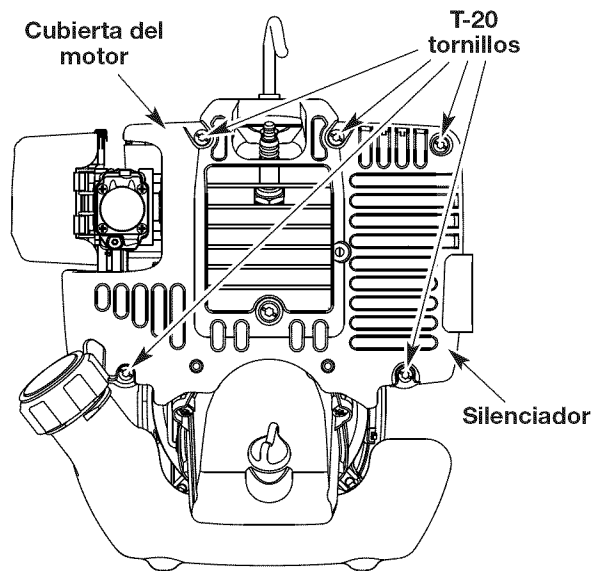

Fig. 23
- Quite los cinco (5) tornillos con un destornillador de pala o Torx #20 (Fig. 23).